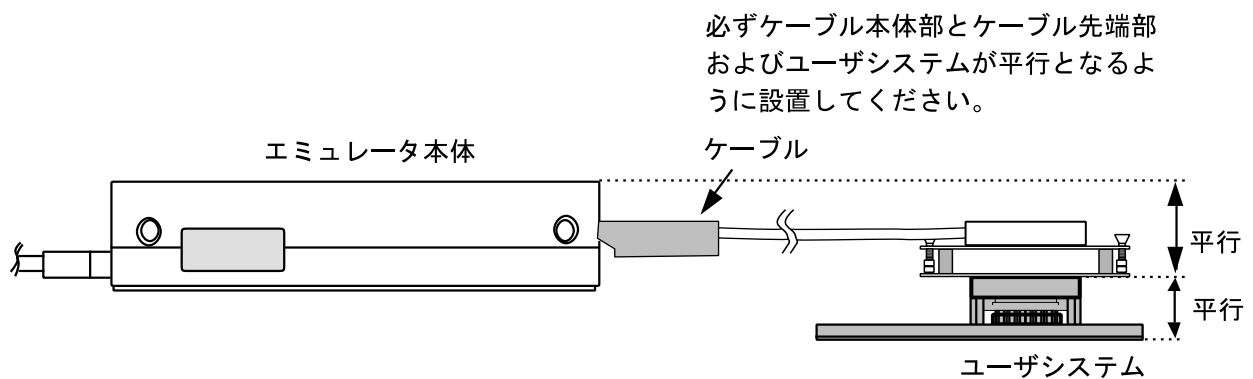

図 11 設置例
- (1) ユーザシステムへの接続時には 1 ピン位置に十分注意して、誤接続は絶対にしないでください。
- (2) 本ユーザシステムインタフェースケーブルを使用する場合の推奨マウントパッド寸法は、MCU 実装用マウントパッド寸法とは異なりますので注意してください。
- (3) 本ユーザシステムインタフェースケーブルは、HS2678REPI61H エミュレータ専用ですので、他のエミュレータ本体には使用しないでください。
- (4) ケーブル本体部が断線する可能性がありますので、本ユーザシステムインタフェースケーブルの上に重いものや金属等の角の尖ったものを置かないでください。
- (5) ユーザシステムに接続した状態では、ユーザシステムインタフェースケーブル、特にケーブル先端部に無理な力が加わらないように注意する必要があります。図 11 の設置例を参照してご使用ください。